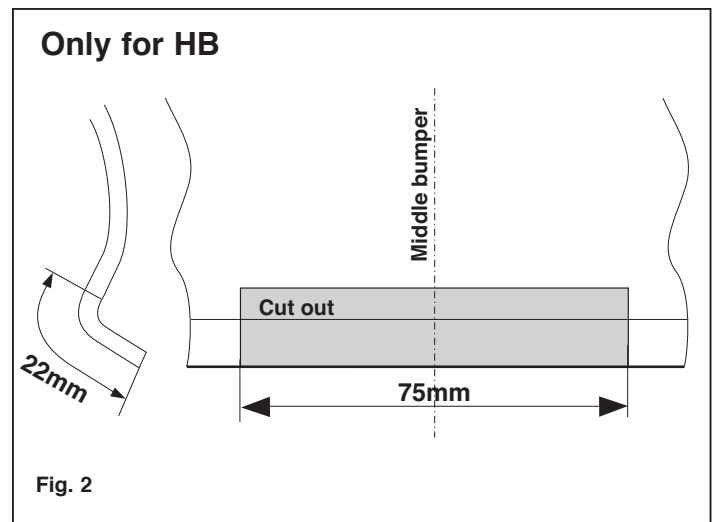

Fig. 2
3. **Voor HB voertuigen geldt:** Zaag in het midden aan de onderzijde van de bumper een deel van 75 mm breed en 22 mm diep uit. Zie fig. 2.
3. **For HB vehicles:** On the underside of the middle of the bumper, saw out a portion measuring 75 mm wide and 22 mm deep. See fig.2.
3. **Pour les modèles HB :** Scier au milieu de la face inférieure du pare-chocs un morceau de 75 mm de large et 22 mm de profondeur. Voir la fig. 2.
3. **För HB fordon gäller följande:** Såga ut en del på 75 mm bred och 22 mm djup ur mitten av stötfångarens undersida. Se fig. 2.
3. **For HB køretøjer gælder følgende:** Sav midt på kofangerens underside en del på 75 mm bredde og 22 mm dybde ud. Se fig. 2.